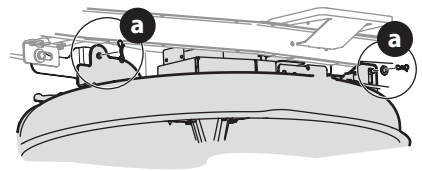

Figure 32
5. Enlevez les goupilles papillon (a) qui maintiennent le plateau de coupe sur l'appareil (Figure 32).